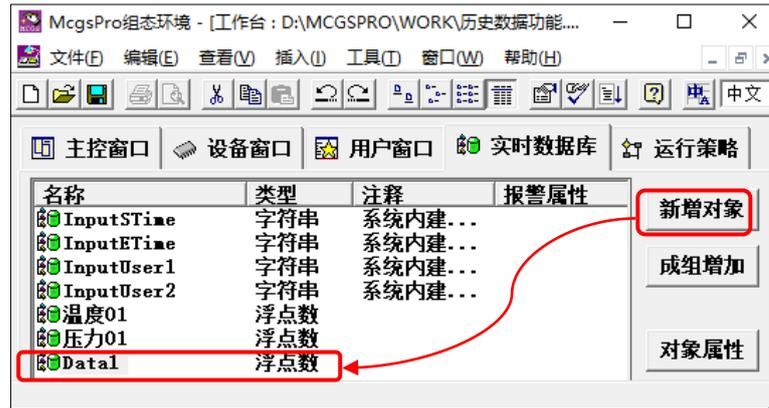

图 5.2-4 新增对象
- ③ 添加变量：点击上图右下方的确认按钮，在弹出的“添加变量”对话框中，选择“全部添加”，变量“温度 01”、“压力 01”将自动添加到“实时数据库”。
- ④ 新增对象：关闭“设备窗口”，进入“实时数据库”，如图 5.2-4，点击“新增对象”，新增一个对象。